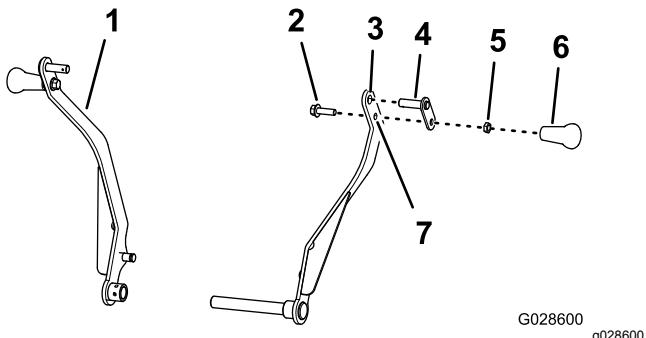

Figura 15
- Monte o pino de articulação através do orifício superior no braço da cavidade (Figura 15).
- Monte o parafuso (3/8 x 1-1/4 pol.) através do orifício inferior no braço da cavidade e o retentor do pino de articulação (Figura 15) com a porca de bloqueio (3/8 pol.) e aperte bem a porca de retenção com 15 a 17 N·m.
- Enrosque o manípulo no parafuso (3/8 x 1-1/4 pol.) e aperte bem o manípulo contra a porca à mão (Figura 15).
- Repita os passos 1 a 4 para o outro braço da cavidade (Figura 15).